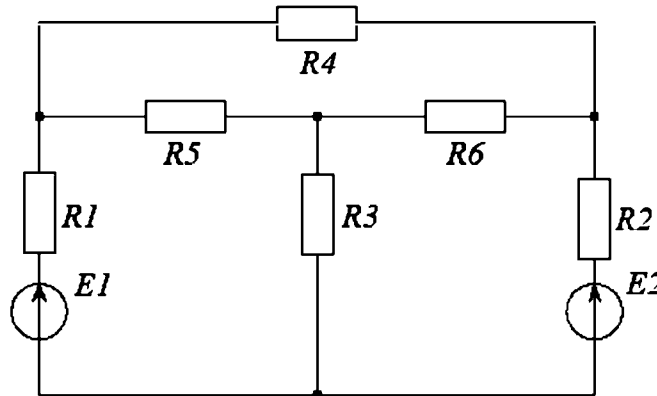

Рис. 1.65. Схема к задаче 3
3. Определить ток  $I_3$ , если  $R_1 = R_2 = 1 \text{ Ом}$ ,  $R_3 = 5 \text{ Ом}$ ,  $R_4 = 12 \text{ Ом}$ ,  $R_5 = R_6 = 6 \text{ Ом}$ ,  $E_1 = 100 \text{ В}$ ,  $E_2 = 92 \text{ В}$  (рис. 1.65).